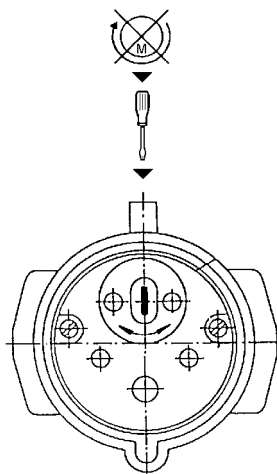

Рис. 11. Регулировка направления вращения через переключатель фаз
- В этом случае нажмите на **переключатель фаз** в штекере СЕЕ подходящей отверткой и поверните на 180° (рисунок 11).